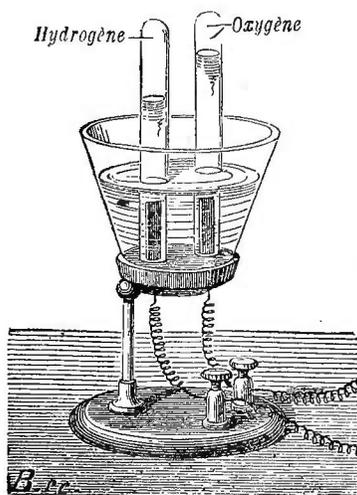

FIG. 34. — VOLTAMÈTRE POUR LA DÉCOMPOSITION DE L'EAU.
23. Composition de l'eau. — *Expérience I.* — Pour déterminer la composition de l'eau, on peut se servir d'un appareil appelé voltamètre (fig. 34), qui se compose d'un vase en verre dont le fond est traversé par deux fils ou lames de platine que l'on relie à une pile électrique. On met dans ce vase de l'eau acidulée par quelques gouttes d'acide sulfurique et l'on dispose au-dessus de chaque fil une petite éprouvette également pleine d'eau.